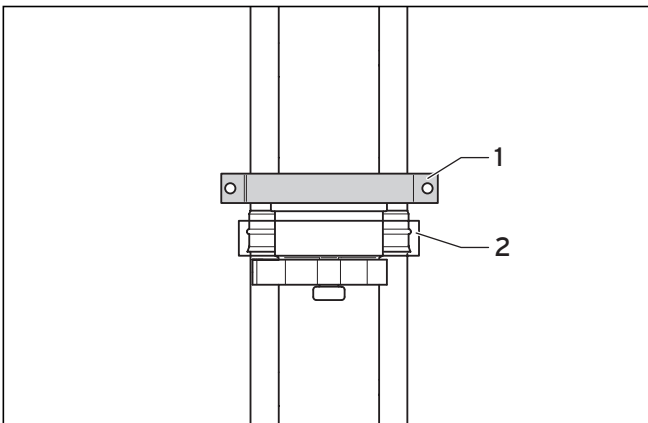

Abb. 4.54 Kürzbare Verlängerung mit Außenwandhalter
- Montieren Sie unmittelbar oberhalb der kürzbaren Verlängerung einen zusätzlichen Wandhalter (**1**), wie in Abb. 4.54 dargestellt.